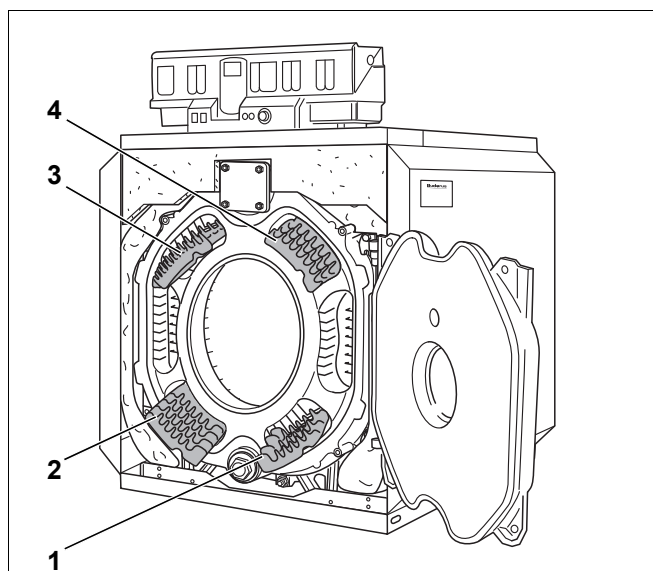

Рис. 51 Удаление направляющих пластин дымовых газов
- ▶ Выньте вперёд направляющие пластины дымовых газов из газоходов (рис. 51, [1] - [4]).